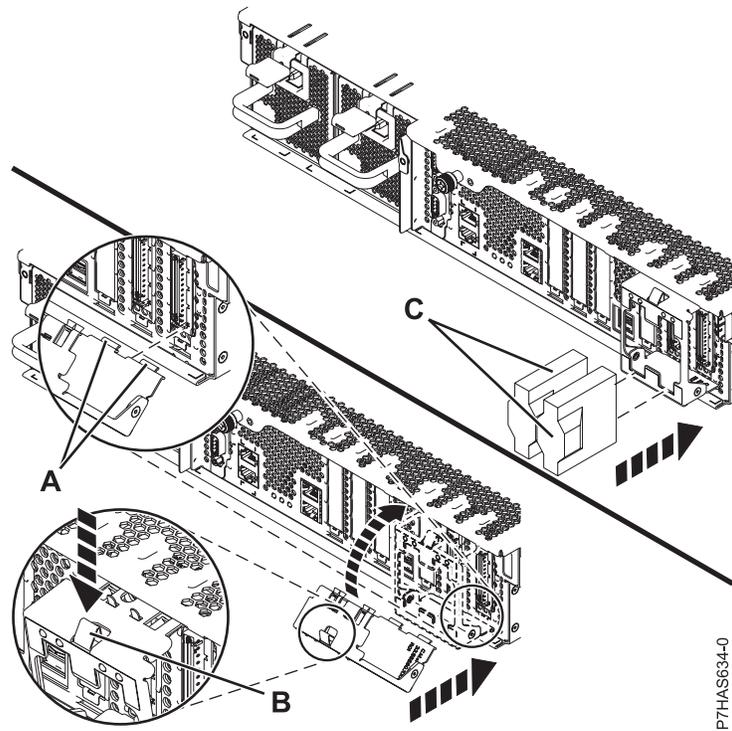

Figura 10. Sustitución de la pieza de retención de cables
8. Si se proporciona la pieza de retención de cables, que se muestra en Figura 10 en la página 13, siga estos pasos:
- a. Inclíne el soporte para cables (**A**), que se muestra en la Figura 10 en la página 13, para fijar la pestaña de la parte inferior del soporte a la ranura.